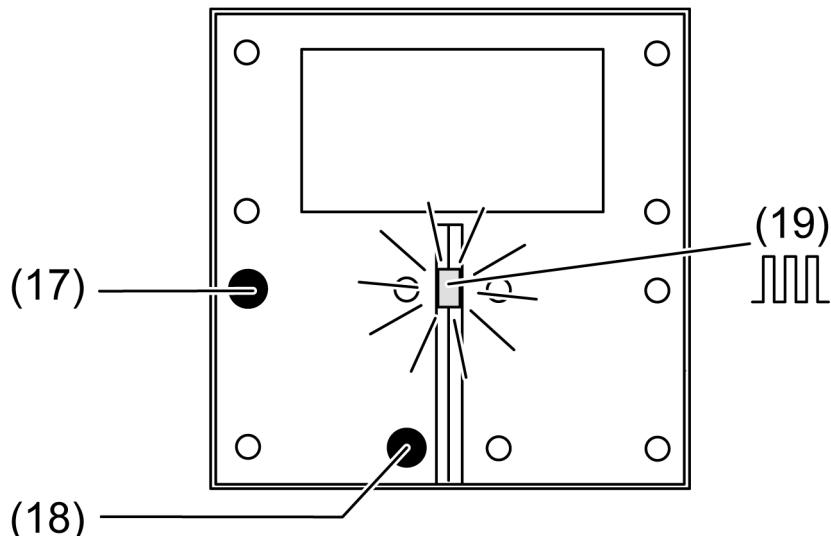

Figura 4: Activación del modo de programación
- Activar el modo de programación: pulsar y mantener pulsado el pulsador (17) (véase figura 4). A continuación pulsar el pulsador (18). El LED de funcionamiento (19) parpadea rápidamente.
- Pulsar y mantener pulsada la tecla izquierda arriba a la izquierda y abajo a la derecha (véase figura 4).
- Pulsar el pulsador (17) (véase figura 4) y mantenerlo pulsado. A continuación, pulsar el pulsador (18) durante más de 5 segundos hasta que el LED de funcionamiento parpadee rápidamente (aprox. 4 Hz).